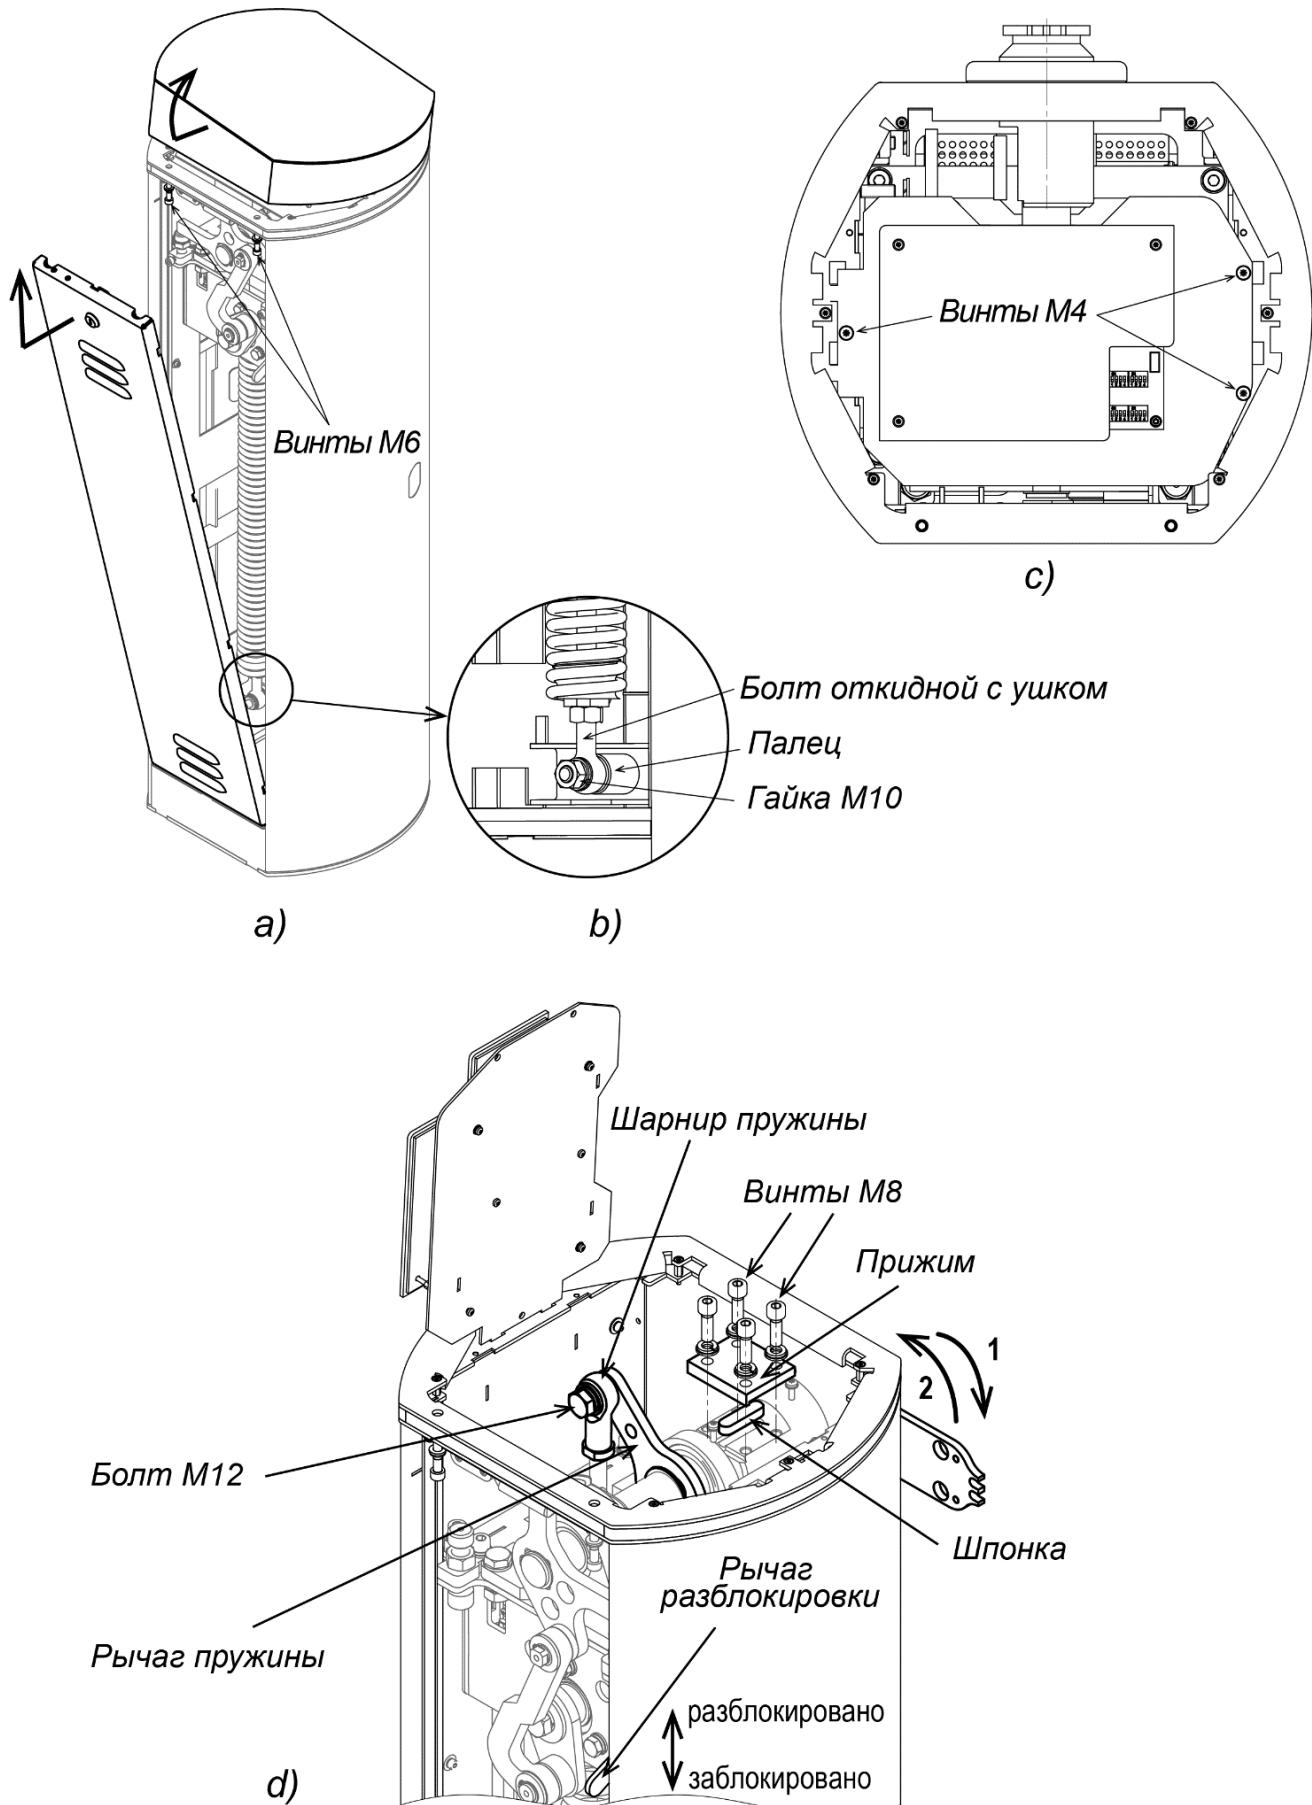

Рисунок 11. Порядок переустановки стрелы шлагбаума
4. Поднимите передний край крышки вверх и снимите ее со шлагбаума. Будьте осторожны, не повредите контроллер, находящийся под крышкой (см. рис. 11).
- Снимите дверцу, предварительно повернув ключ замка и открутите два винта M6, которые находятся снизу на верхней грани проема дверцы. Аккуратно, чтобы не повредить установленный внутри блок управления, снимите крышку, сдвинув ее за передний край на себя и затем подняв его вверх (см. рис. 11а).
- Открутите гайку M10 и снимите пружину с пальца. Открутите вторую гайку, расположенную с обратной стороны кронштейна корпуса, и снимите палец (см. рис. 11б).